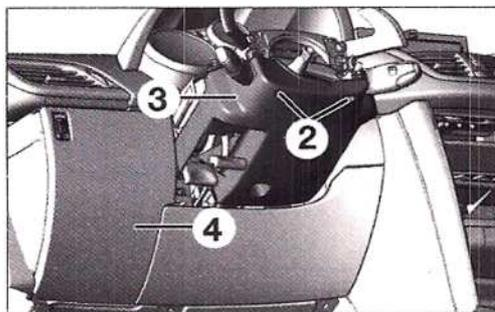

FIG. 4
- Los tornillos de fijación de la funda inferior (2) (Fig.4).
- La funda inferior (3)
- La trampilla de acceso (4) de la caja de fusibles.